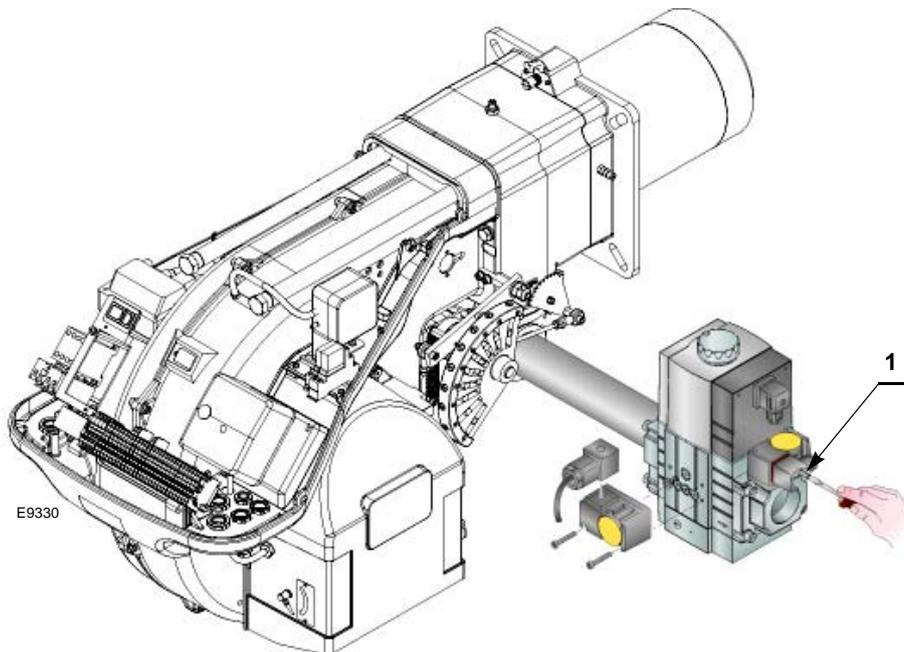

图 27
- 连接一个压力计到最小燃气压力开关的压力测试点 1(图 27)，检查燃气供应压力：必须低于燃气阀组所能允许的最大压力，见燃气阀组标牌。
- 将燃气阀组管路中的空气排净，连接一个塑料管到最小燃气压力开关的压力测试点1(图 27)。将该塑料管伸到建筑物外，可以闻到燃气的味道。